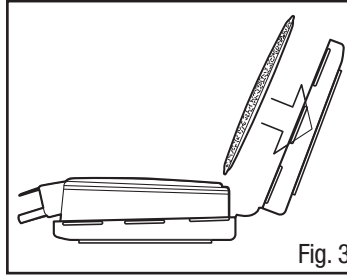
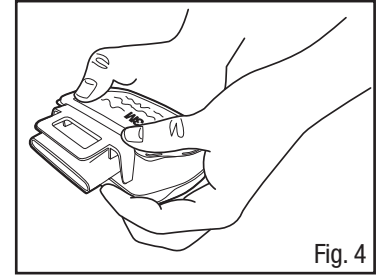

Fig. 3
Fig. 4
3. Oriente un filtro en la otra mitad del retenedor para que la forma del filtro se alinee con la del retenedor y el lado impreso de este último quede hacia abajo (Fig. 3). Envuelva el extremo opuesto del retenedor alrededor del cartucho y asegúrelo mediante presión hacia abajo en las cuatro esquinas del retenedor del filtro (Fig. 4).